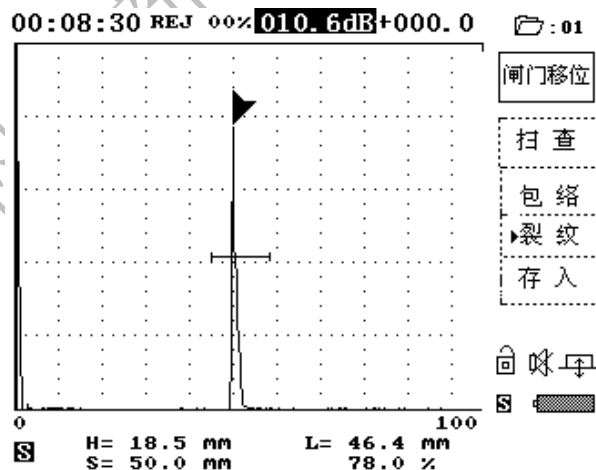

图 4.7.1
- ② 移动探头找到裂纹端点的回波，并用闸门锁定此回波。按“▶裂纹”对应的  键，闸门内最高回波的峰点处显示一三角型指示光标，表示此回波已被冻结。指示光标处即为测裂纹的起始点。见图 4.7.1。